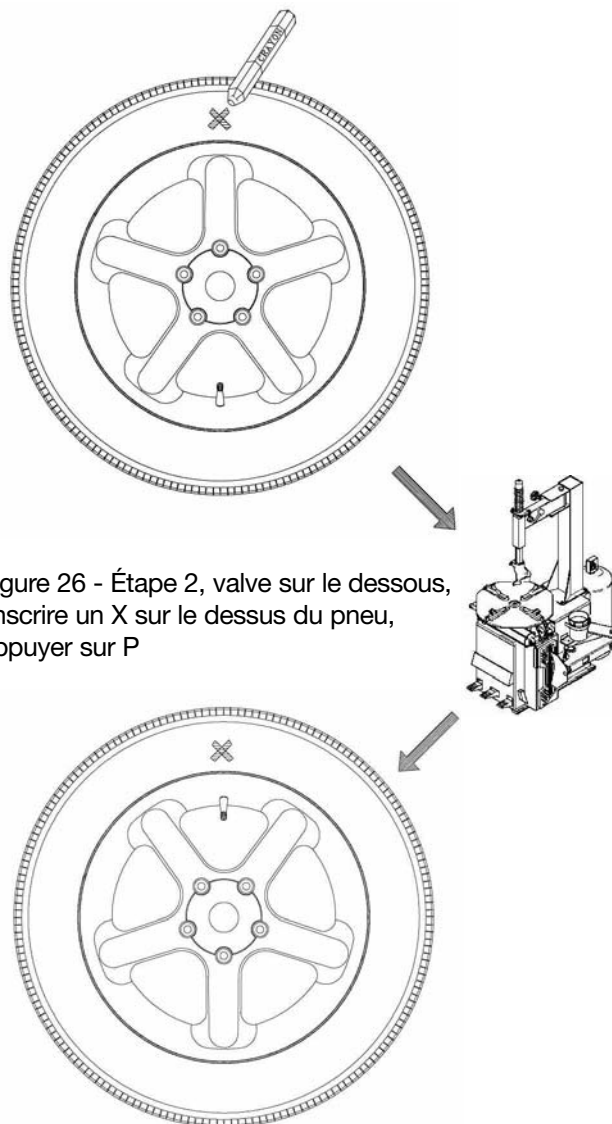

Figure 26 - Étape 2, valve sur le dessous, inscrire un X sur le dessus du pneu, appuyer sur P
3. Lorsque les données sont inscrites, le frein d'arbre est engagé et l'écran affiche « tur tir » et « CrS TOP » en alternance. (1) L'utilisateur doit tourner la roue et inscrire un X au plus haut point alors que la valve est au plus bas point (6 sur une horloge). Figure 26 (2)